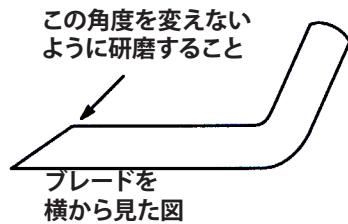

図15
3. 全部のブレードの切っ先を丁寧に点検する。切っ先が鈍くなっていたり欠けていたりした場合には研磨する。研磨は刃先の上面だけを行い、刃の元々の角度を変えないように十分注意する(図15)。ブレードの左右を均等に削れば、バランスを狂わすことなく研磨を行うことができる。